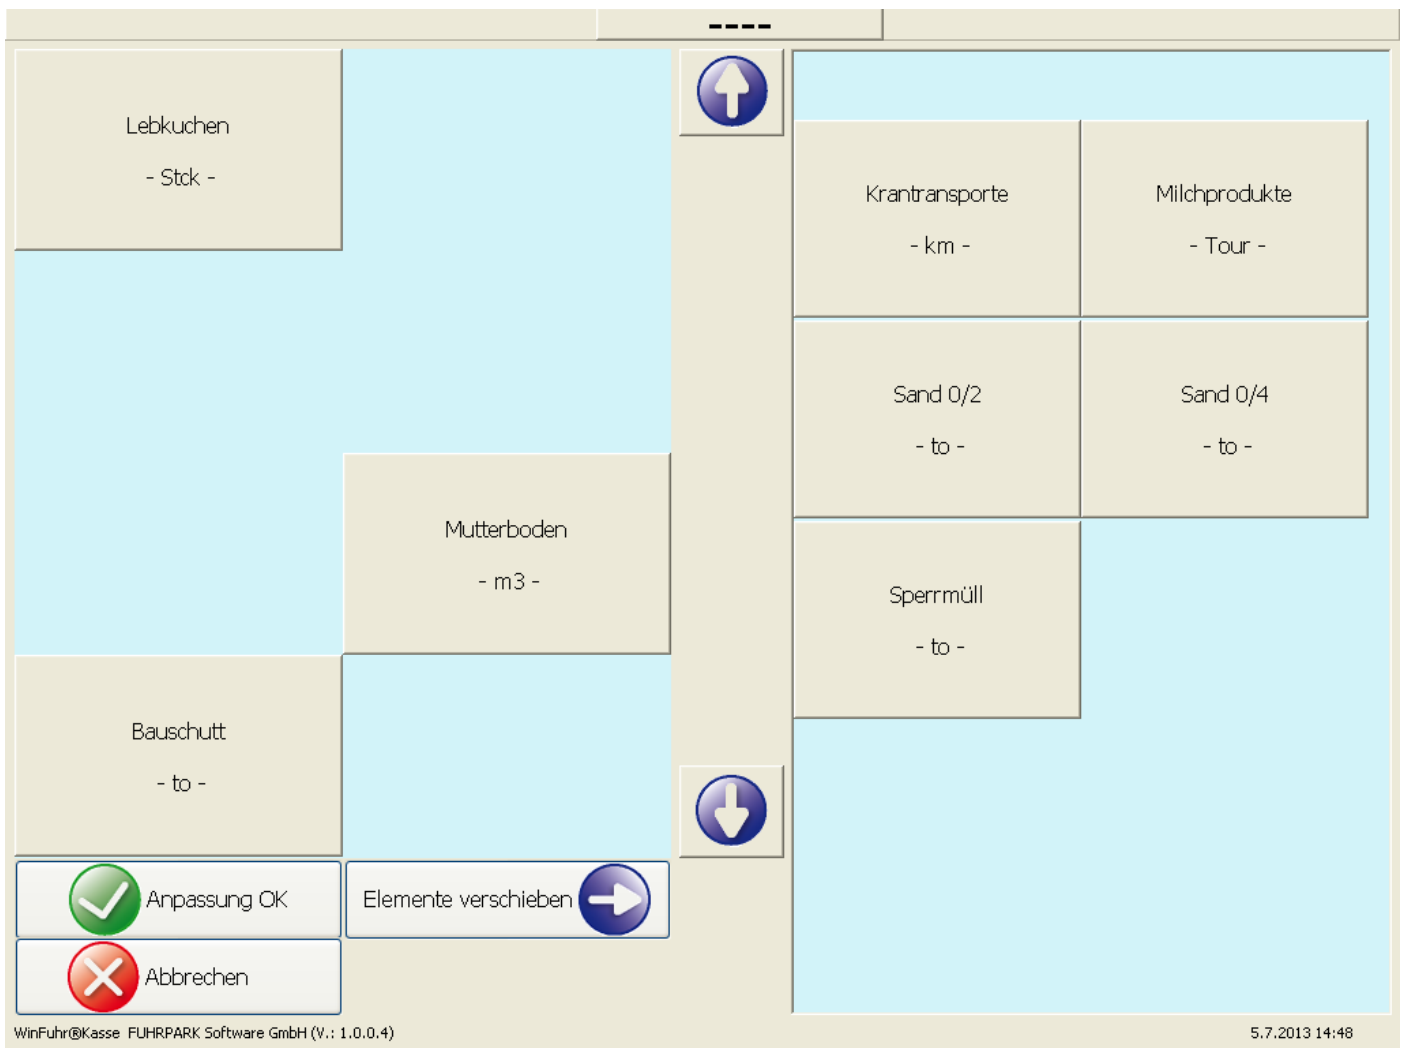

Abbildung 17
- Jetzt ziehen Sie aus der rechten Liste die Materialien in die linke Liste, danach bestätigen Sie mit „Anpassung OK“ (Abb. 17)